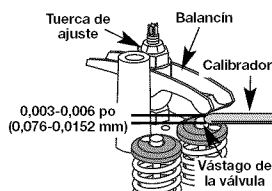

Fig. 39
- Gire la tuerca de ajuste con una llave de 8 mm (5/16 pulgadas) o una guía de tuercas (Fig. 39).